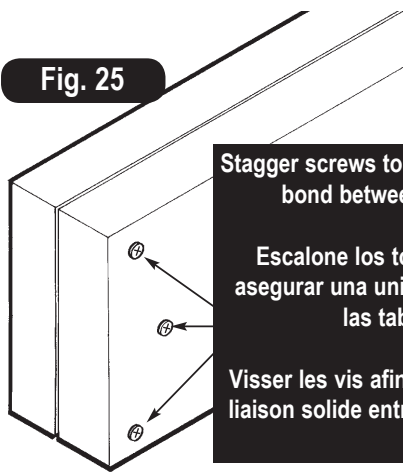

Fig. 25
NOTE: Stagger the screws as shown in Fig. 25 to insure a sturdy bond. Repeat every 24" along the entire length of the beam. Turn the beam over and repeat this process on the other side. When beam is complete, measure, drill holes, and attach beam clamps and nylon bushing swing hangers according to the instructions on page 25.
Nota: Escalene los tornillos como se muestra en la Fig. 25 para asegurar una unión firme. Repetir cada 24" a lo largo de toda la viga.. Gire la viga y repita este proceso del otro lado. Cuando la viga esté completa, medir, taladrar los agujeros y unir las abrazaderas de viga y los colgaderos del columpio cubiertos con nilón según las instrucciones de la página 25.
REMARQUE : Visser dans la vis tel qu'illustré à la fig. 25, afin d'assurer une liaison solide entre les planches. Répéter aux 24 po (600 mm) sur toute la longueur de la poutre. Inverser la poutre et répéter de l'autre côté. Lorsqu'une poutre est complétée, mesurer, percer les trous et fixer les attaches de poutre et les supports de balançoire avec une bague en nylon conformément aux instructions en page 25.
4. Assemble the beam by screwing each end together using three 2-1/2" screws (Fig. 25).
4. Montar la viga uniendo cada extremo, usando tres tornillos de 2-1/2" (Fig. 25).
4. Assembler la poutre en clouant ensemble chacune des extrémités à l'aide de trois 2-1/2 po (64 mm) vis (fig. 25).